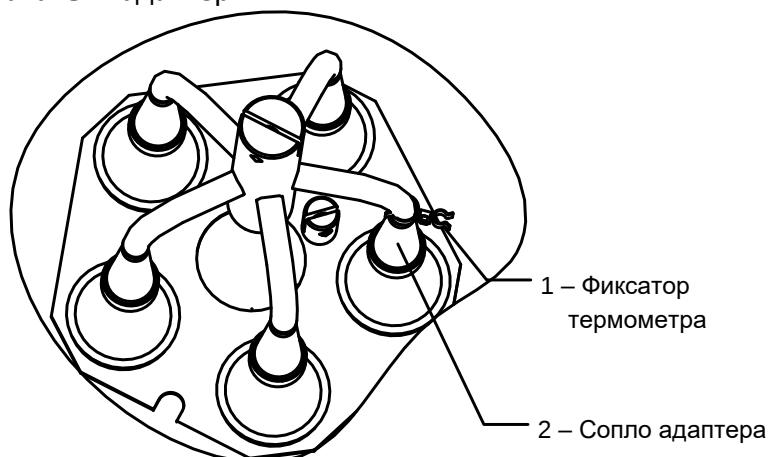

Рисунок 26 – Установка фиксатора для проверки встроенных датчиков температуры
5.6.2 На вертикальную трубку сопла установить фиксатор термометра (см. рис. 26) так, чтобы установленный термометр находился на максимальном удалении от центра адаптера.